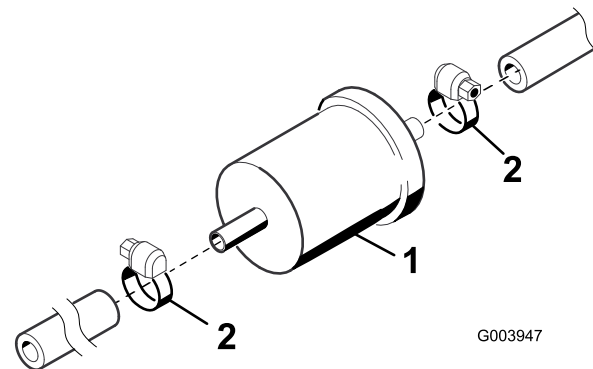

Bild 64
1. Ermitteln Sie den Kraftstofffilter, der sich an der linken Rahmenschiene vor der Kraftstoffpumpe befindet (Bild 64).